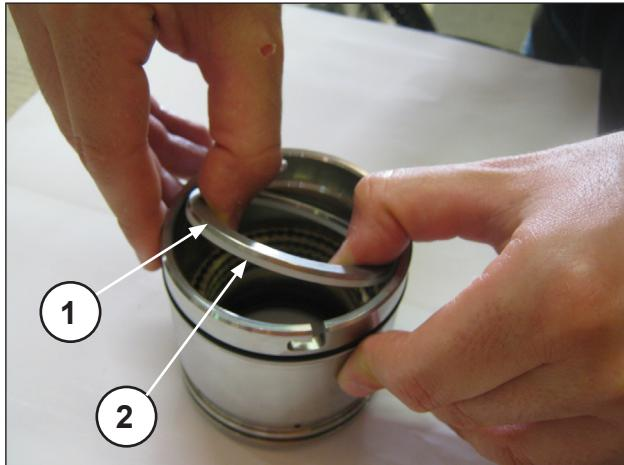
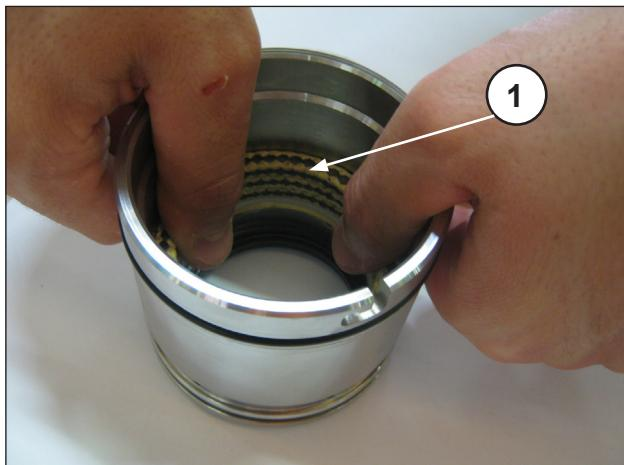

Fig. 162
Fig. 163
Séparer le support des joints de la chemise, déposer l'anneau pour ressort et le segment racleur (rep. ①②, Fig. 162) pour accéder aux garnitures mécanique d'étanchéité (rep. ①, Fig. 163).